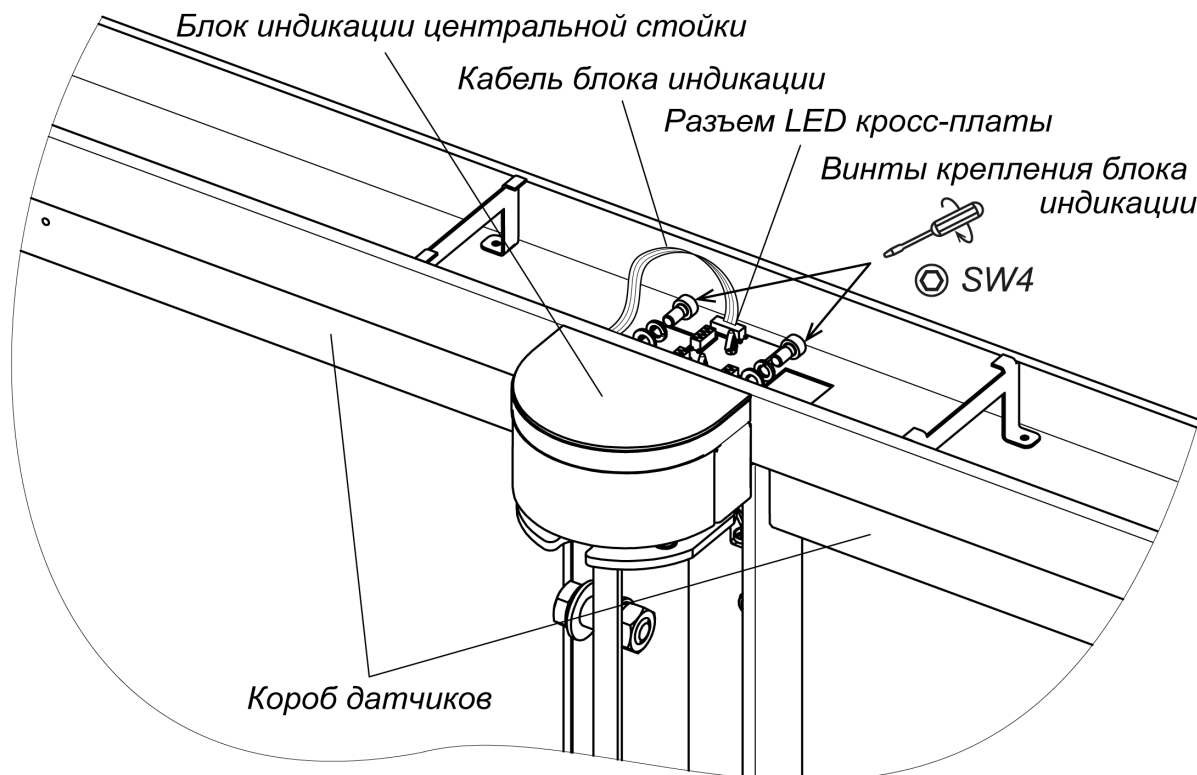
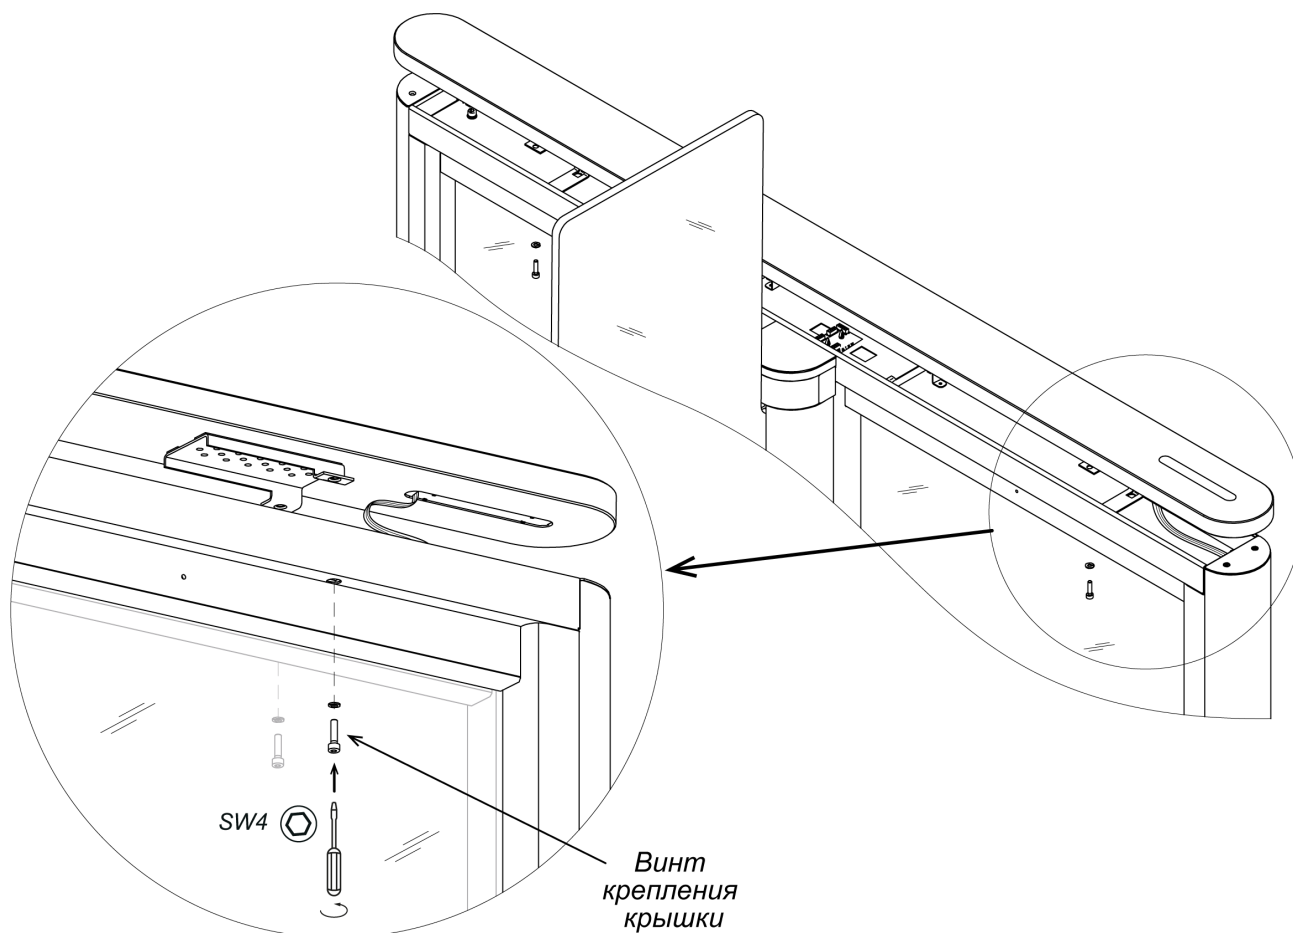

Рисунок 24. Монтаж блока индикации центральной стойки
Рисунок 25. Монтаж верхней крышки турникета
25. Установите блоки индикации центральных стоек (5) (см. рис. 24, разд. 8.8.5) (взять в комплекте принадлежностей).
Для установки блока индикации центральной стойки (5) (см. рис. 24):
3. Установите блок индикации на площадку, расположенную над поворотной опорой створки, и при помощи шестигранного ключа SW4 зафиксируйте его на верхнем коробе стойки (7), используя два винта M5×10 с плоскими и пружинными шайбами из комплекта поставки.
Снятие блока индикации центральной стойки производится в обратном порядке. Перед этим необходимо демонтировать с секции турникета верхнюю крышку секции (6) (см. разд. 8.8.6, рис. 25).
Порядок монтажа верхних крышек секций (рис. 25):